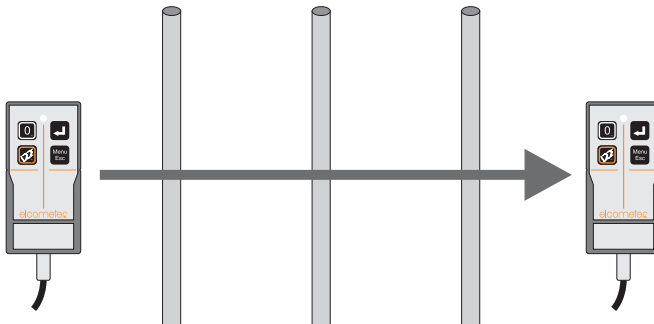

Figure 9. Aligner la sonde et scanner la surface
8. Maintenir la sonde dans l'alignement puis déplacer la sonde sur la zone de recherche (Figure 9).